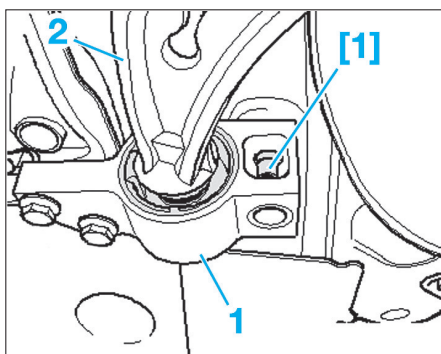

Fig. 16
- [1]. Outil de centrage du berceau (réf. T10096) (Fig.16).
• Remplacer la vis de fixation du palier (1) de triangle de suspension (2) sur la caisse par l'outil [1] des deux côtés (Fig.16).
- [1]. Outil de centrage du berceau (Ref. T10096) (Fig.16).
- Remplacer la vis de fixation du palier du triangle sur le berceau, par l'outil [1] et le serrer à 2 daN.m (Fig.16).